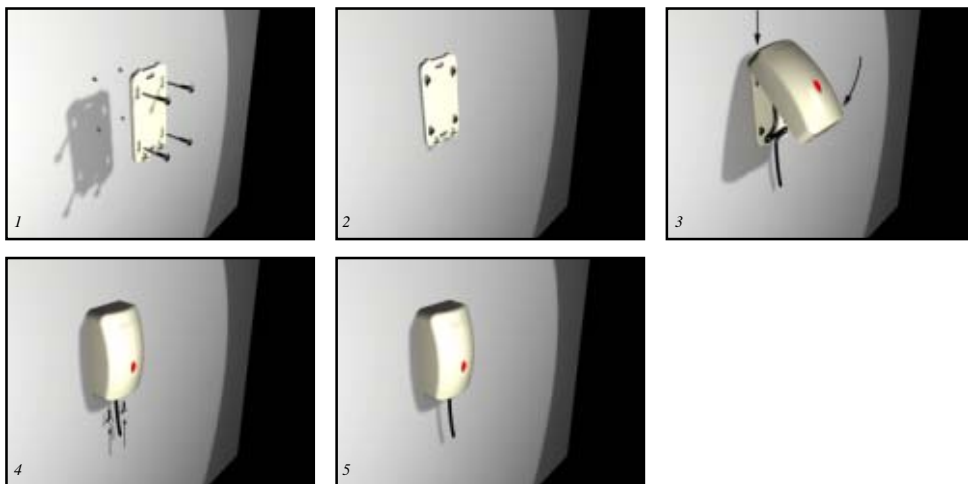
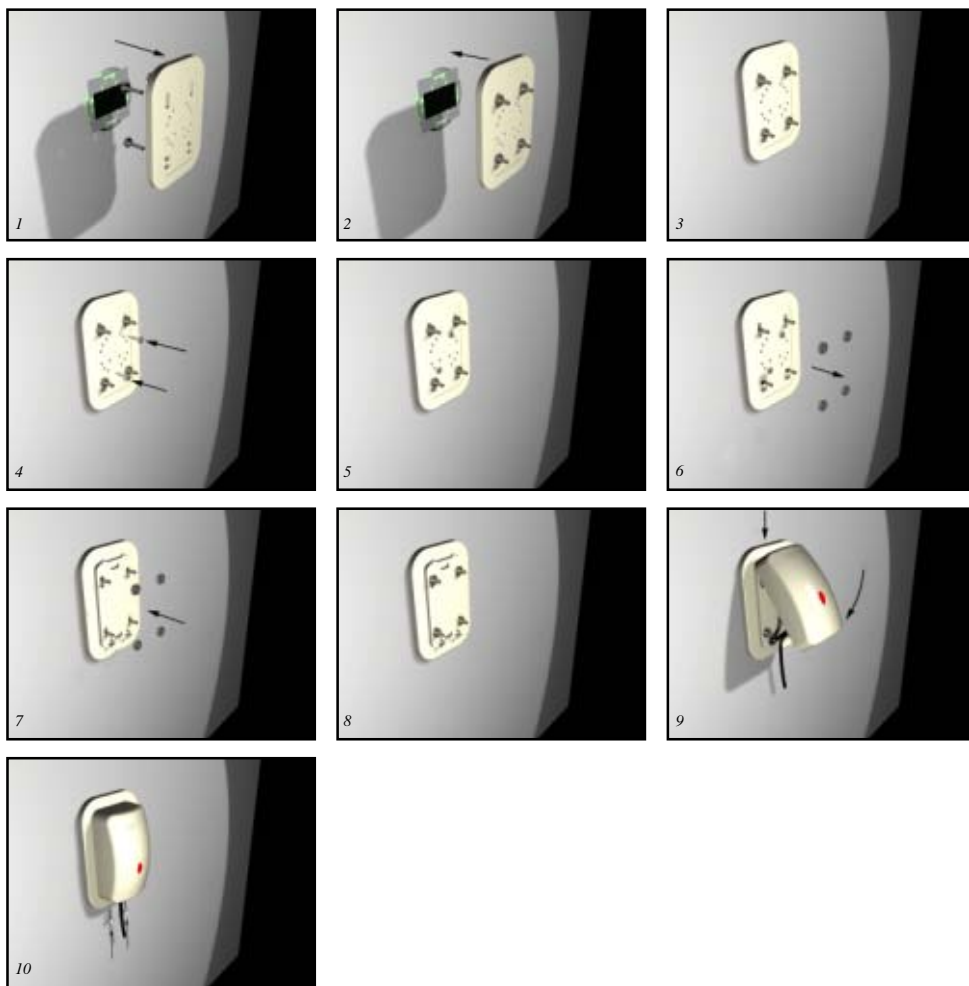

Fig. 6a
Fig. 6b
- 1) Houd de bevestigingsplaat (Fig. 6a) en/of de optionele afdekkap als een sjabloon tegen de wand, en markeer de plaats voor de boorgaten met een potlood op de wand.
Let erop dat de bevestigingsplaat niet op de kop gemonteerd wordt (zie Fig. 6a/6b). Als de bevestigingsplaat en de optionele afdekkap beide gebruikt worden, dan dienen de vier schroeven door beide platen heen te gaan (zoals in de Fig. 6b is aangegeven). De optionele afdekkap wordt dan als eerste tegen de wand gehouden, waarna de bevestigingsplaat er tegenaan gelegd wordt, en de markeringen voor de schroeven kunnen worden aangebracht.
(Zie Fig. 6a afbeelding 3, 4 en 5 en Fig. 6b afbeelding 9 en 10)